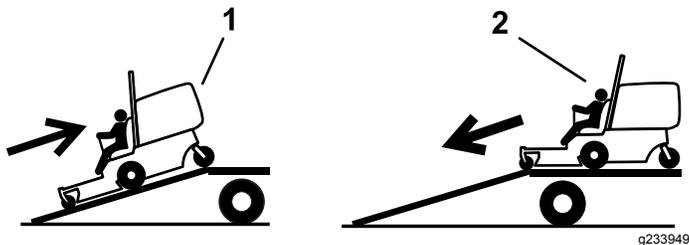

Рисунок 28
4. Перемещайте машину задним ходом при движении вверх по наклонному въезду (Рисунок 28).
2. Перемещайте машину передним ходом при движении вниз по наклонному въезду (Рисунок 28).